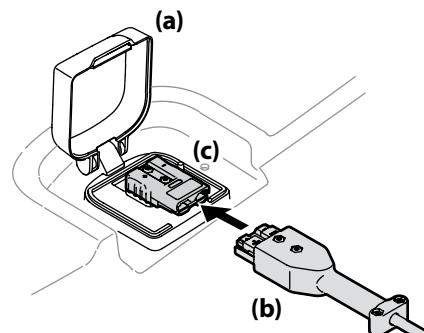

Figura 2-11
1. Levante la puerta del puerto de carga (a), que se encuentra en el panel posterior del cuerpo de la podadora. Ver Figura 2-11.
2. Inserte el cable de carga (b) en el puerto de carga (c). Enchufe el cable del cargador (b) en el tomacorriente de la pared. Ver la Figura 2-11.